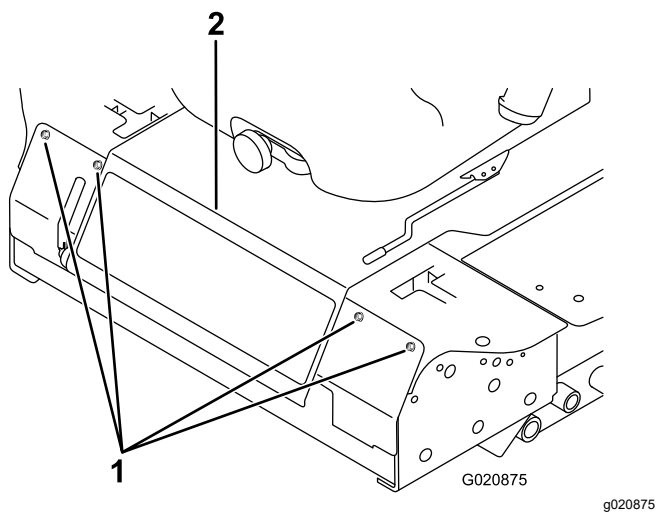

Рисунок 45
2. Снимите болты крепления передней панели и снимите переднюю панель (Рисунок 45).